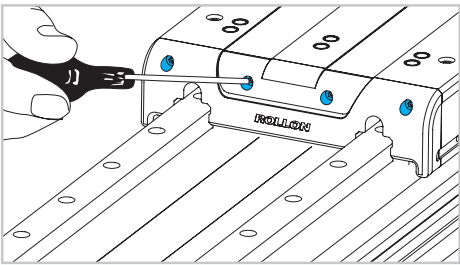

Abb. 2
- 1) Entfernen Sie die Frontplatte an beiden Enden, indem Sie die vorderen Schrauben lösen (Abb. 2).